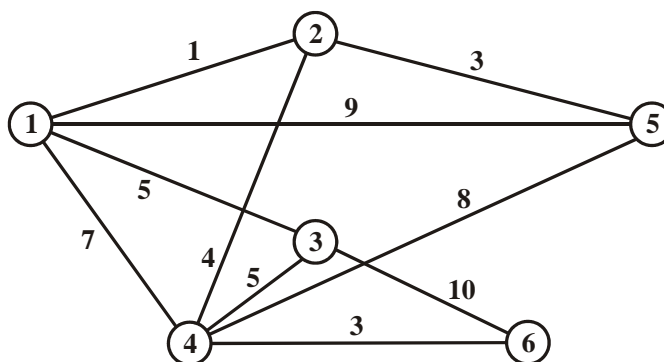

Рисунок 1
**Пример 1.** Телевизионная фирма планирует создание кабельной сети для обслуживания 5 районов-новостроек. Числа на ребрах указывают длину кабеля (рис. 1). Узел 1 — телевизионный центр. Отсутствие ребра между двумя узлами означает, что соединение соответствующих новостроек либо связано с большими затратами, либо невозможно.